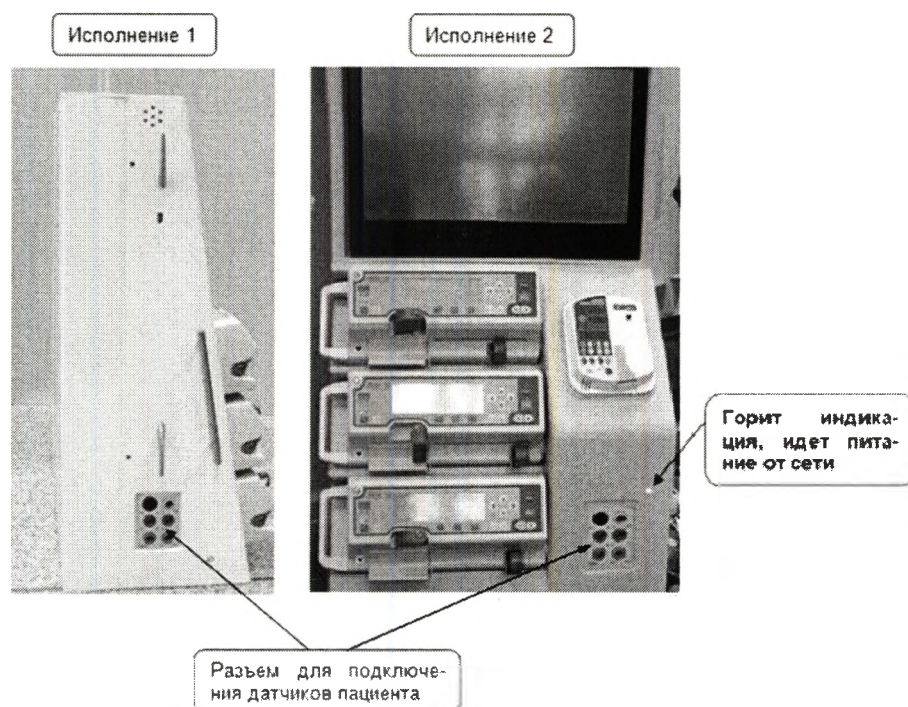

Рисунок 2 – Расположение разъемов для подсоединения датчиков пациента для исполнения 1 (слева) и исполнения 2 (справа)
2.3.1.3 Подсоединить датчики пациента к разъемам подсоединения датчиков пациента Комплекс-С (рис. 2)